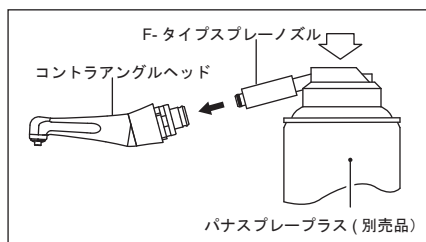

図 8
- 2) スプレーノズルをコントラアングルヘッド後部へ挿し込み、コントラアングルヘッドを押さえて、コントラアングルヘッド先端よりオイルが出るまで 2～3 秒スプレーします。注油は先端から異物等の汚れが出なくなるまで繰り返し行います。(図8)